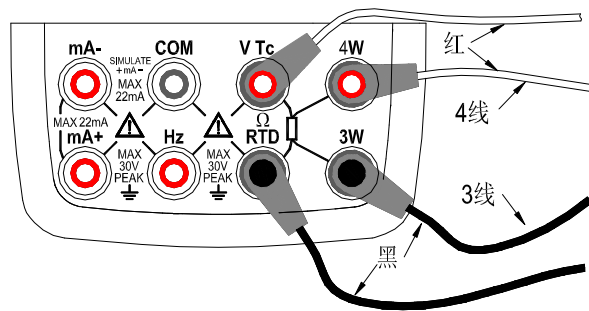

图10. 基于3线和4线连接的方式
- 输出的任何电阻信号都不包含引线的电阻。输出引线端测量到的电阻应是加上引线电阻的（大约0.1 Ω ）。要输出精确的电阻信号，使用3线或4线接法。（如图10所示）
- 输出的任何电阻信号都不包含引线的电阻。输出引线端测量到的电阻应是加上引线电阻的（大约0.1Ω）。要输出精确的电阻信号，使用3线或4线接法。（如图10所示）